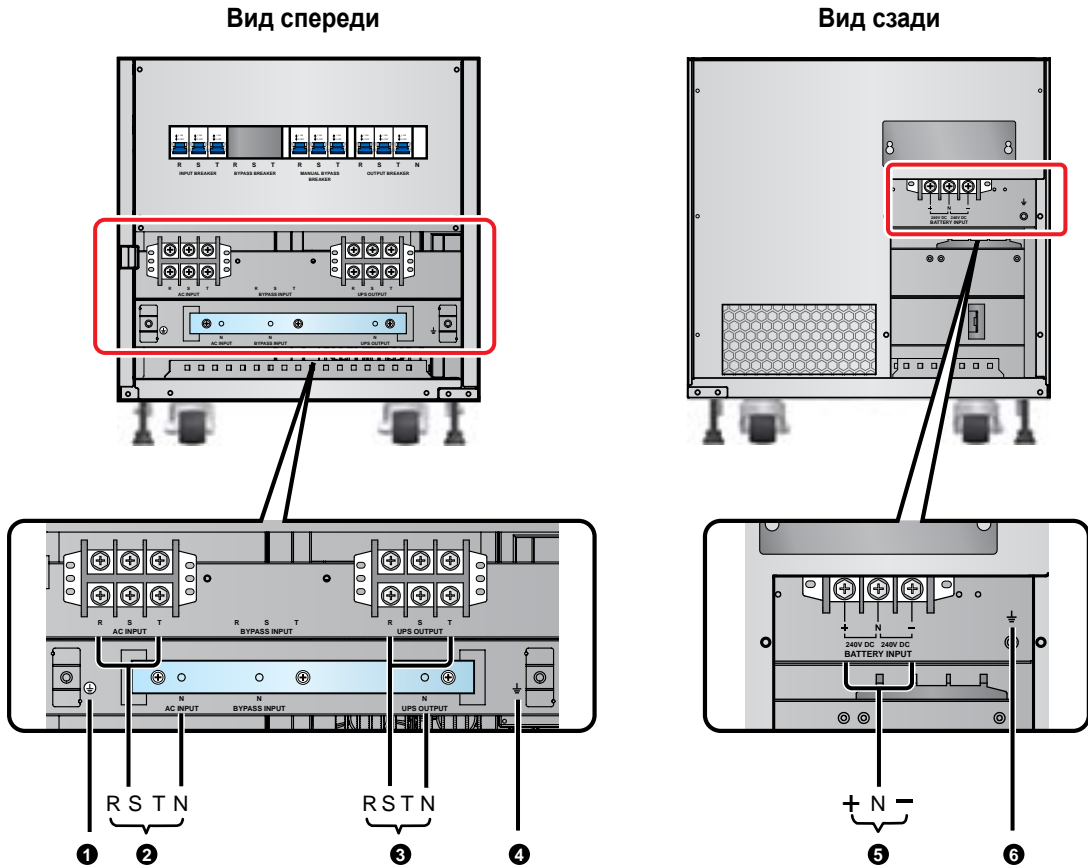

Рис. 6-6. Модель 60 кВА, блок зажимов
- 1) Откройте переднюю дверцу ИБП, снимите переднюю и заднюю панели, чтобы получить доступ к блоку зажимов, показанному на **Рис. 6-6~6-8**.
- 2) Убедитесь, что вы разобрались с подключениями к блоку зажимов, показанными на **Рис. 6-6~6-8**.